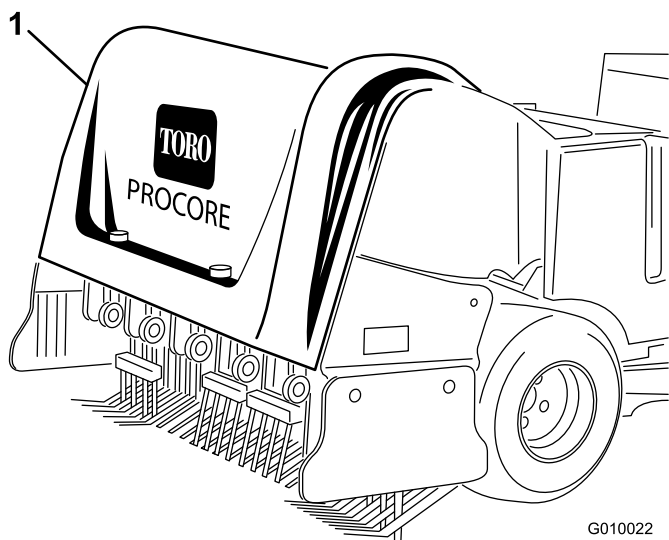
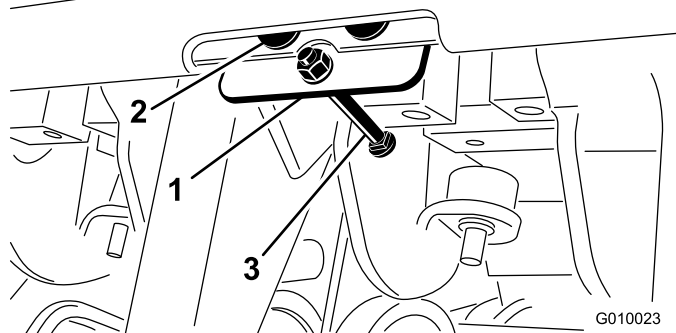

Figura 7
Figura 8
1. Fije la placa del capó al capó trasero con 3 remaches ciegos (Figura 7 y Figura 8).
3. Introduzca el perno por la placa del capó (Figura 8).
4. Fije el perno a la placa del capó con una contratuerca N° 10 (Figura 8).